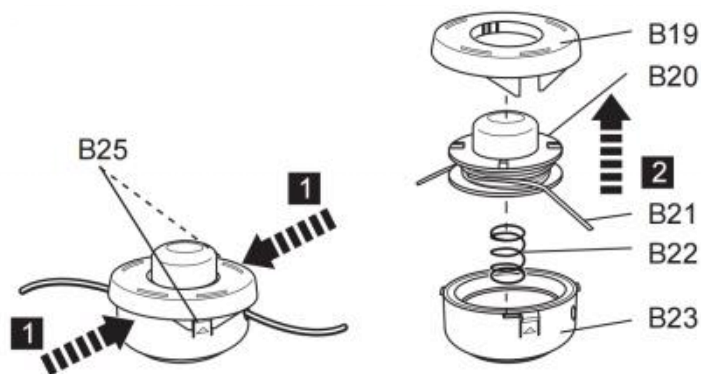

Fig. 63
3. Presione los pestillos de liberación (B25) en la carcasa del cabezal de corte (B23) para abrir la cubierta (B19) (Fig. 63). La cubierta (B19) y el carrete (B20) saldrán.